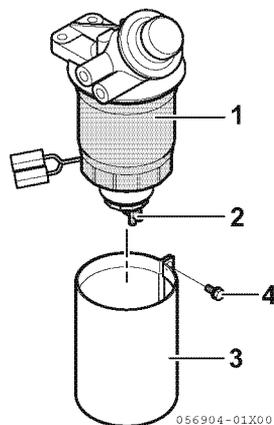

Figure 11
4. Allentare il tappo di spurgo (**Figure 11, (2)**) nella parte inferiore del filtro combustibile / separatore acqua girandolo in senso antiorario e scaricare eventuale acqua o sedimenti.